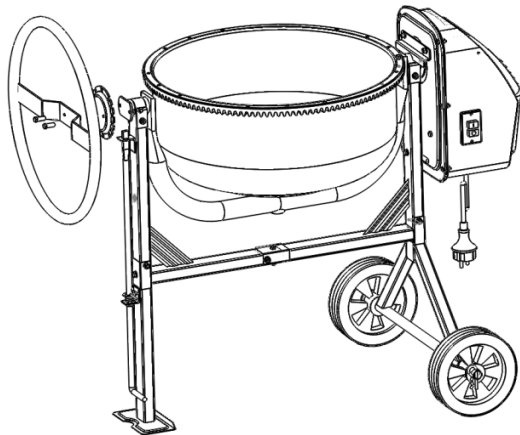

Abb.11
- Positionieren Sie die Zahnscheibe (12), S.13 zwischen Rahmen und Schwenkrad (8), wie in Abb.11 dargestellt.